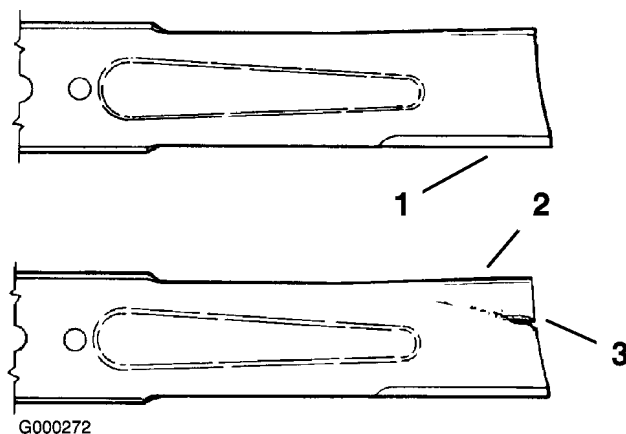

Figura 69
1. Inspeccione los filos de corte (Figura 69).
2. Inspeccione las cuchillas, especialmente la parte curva (Figura 69).
Si observa daños, desgaste o la formación de una ranura en esta zona (Figura 69), instale inmediatamente una cuchilla nueva.